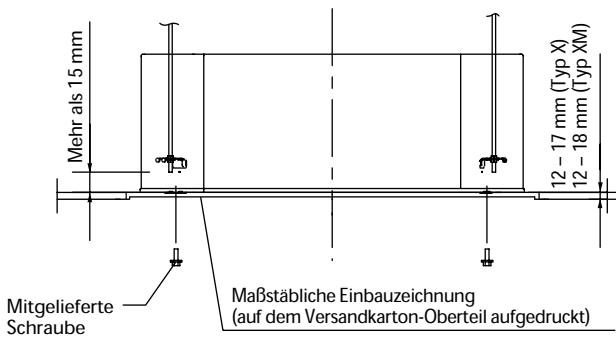

Abb. 3-4
- Wenn die Einheit im Innern der Decke positioniert werden soll, muss zuerst der Neigungswinkel der Hängeanker anhand der mitgelieferten maßstäblichen Einbauzeichnung bestimmt werden. (Abb. 3-4) Leitungen und Kabel müssen vor der Befestigung der Einheit im Innern der Decke verlegt werden. Wenn die Decke bereits fertig gestellt ist, müssen Leitungen und Kabel in der korrekten Anschlussposition verlegt werden, bevor die Einheit im Innern der Decke positioniert wird.
- Die Länge der Hängeanker muss so gewählt werden, dass zwischen der Unterkante des Ankers und der Unterseite der Einheit ein Abstand von mindestens 15 mm vorhanden ist. (Abb. 3-4)